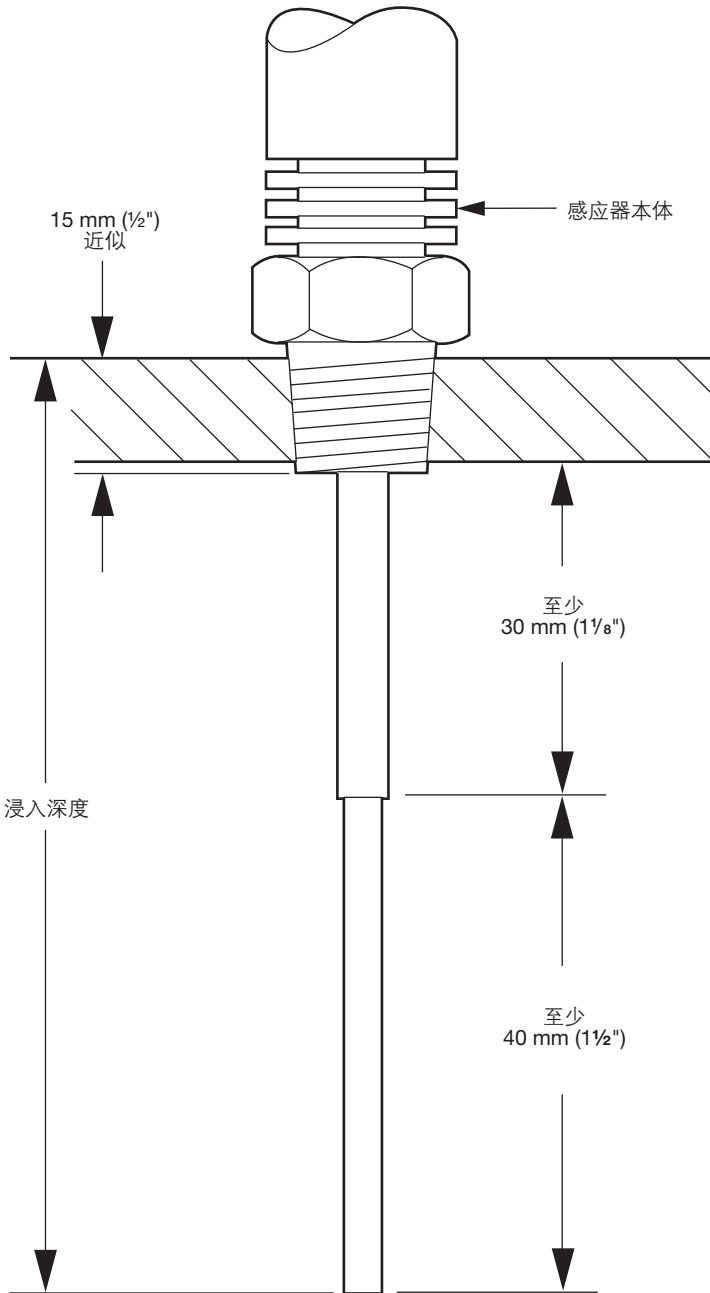

图 3 安装
- 从感应器本体的下部开始起量并用钢锯切割和锉刀打磨, 切割后探头部分的实际长度要比测量值短15 mm, 这是由于已经把螺纹连接部分(约15 mm)的长度考虑了进去。见图3。